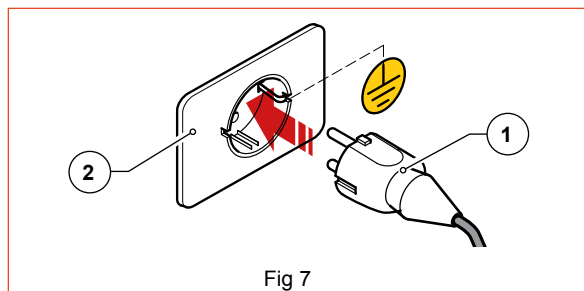

Fig 7
- Conectar a ficha do cabo de alimentação (Fig 7 Parte 1) à tomada instalada no local de utilização (Fig 7 Parte 2);